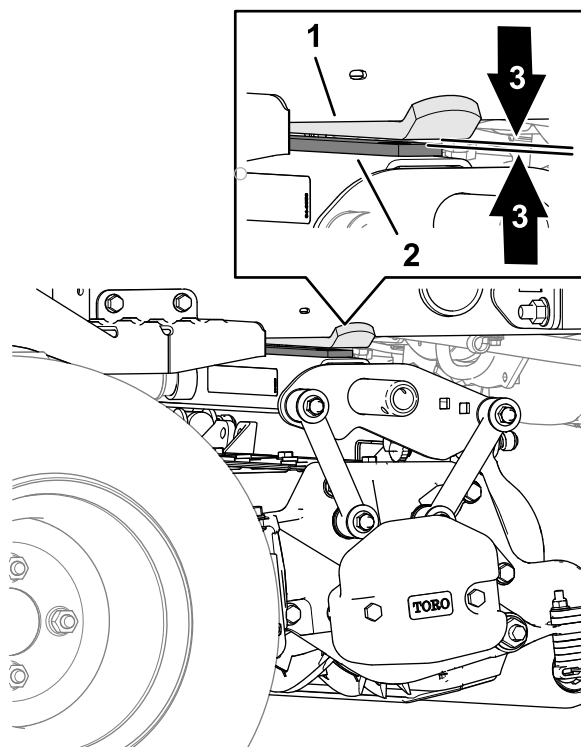

Figura 27
4. En la unidad de corte trasera, mida la distancia entre la correa de desgaste en la parte superior de la barra de desgaste de la unidad de corte trasera y el tope de amortiguación (**Figura 27**).